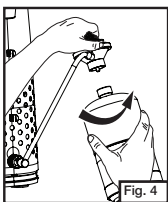

Fig. 4
- Débouchez la bouteille de propane et vissez la bouteille au détendeur, à la main. (Fig. 4)